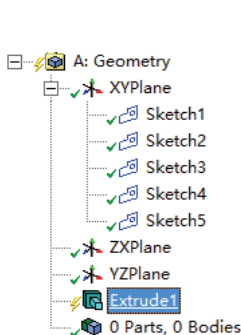

图 3-102 添加 Extrude1
- 1) 单击工具栏中的 Extrude，创建 Extrude1 对象，如图 3-102 所示。